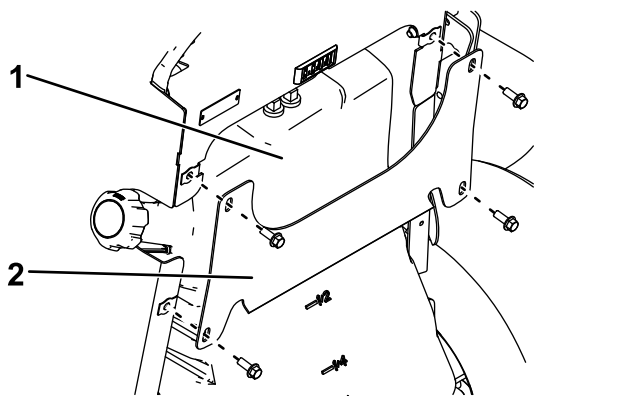

Figure 31
3. Déposez le support transversal (Figure 31).